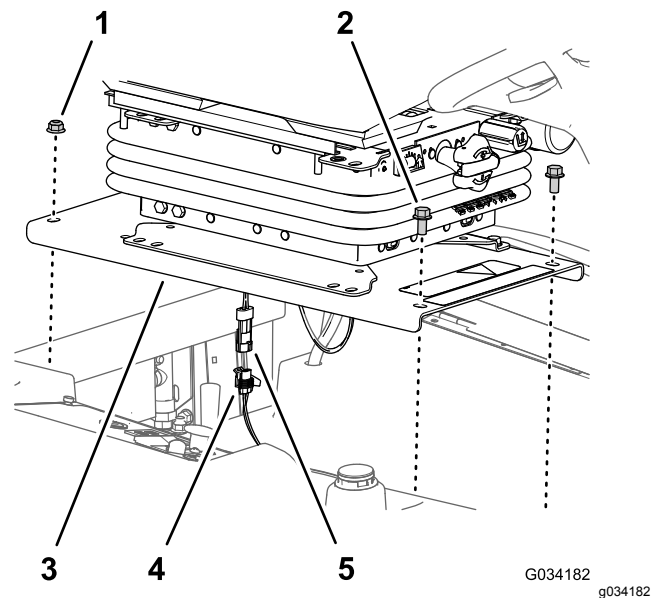

Bild 36
- Entfernen Sie die beiden Bundkopfschrauben ($\frac{3}{8}$ ") mit denen die Rückseite der Sitzplatte am Rahmen der Maschine befestigt ist (Bild 36).
- Ziehen Sie den 2-Stift-Stecker für den Kabelbaum der elektronischen Sicherheit aus dem 2-Buchsen-Steckers des Maschinenkabelbaums (Bild 36).
- Entfernen Sie die beiden Bundkopfschrauben ($\frac{3}{8}$ " x $\frac{3}{4}$ ") mit denen die Vorderseite der Sitzplatte am Rahmen der Maschine befestigt ist (Bild 36).
- Stecken Sie den 2-Stift-Stecker für den Kabelbaum der elektronischen Sicherheit in den 2-Buchsen-Stecker des Maschinenkabelbaums; siehe Bild 36.
- Richten Sie die hinteren Löcher in der Sitzplatte (Bild 36) mit den beiden Schlossschrauben ($\frac{3}{8}$ " x 1") in der Kühlerausbuchtung aus.
- Befestigen Sie die Sitzplatte (Bild 36) mit den beiden Bundkopfschrauben ($\frac{3}{8}$ "), die Sie in Schritt 2 unter Montieren des Sitzes und der Sitzplatte (Seite 43) entfernt haben.
5. Richten Sie die vorderen Löcher in der Sitzplatte (Bild 36) mit den Gewindebohrungen in der Tankhalterung aus.
6. Befestigen Sie die Sitzplatte (Bild 36) mit den beiden Bundkopfschrauben ($\frac{3}{8}$ " x $\frac{3}{4}$ ") an der Tankhalterung, die Sie in Schritt 1 unter Zugang zum Sicherungsblock und Steuerungsmodul \(Seite 53\) entfernt haben.